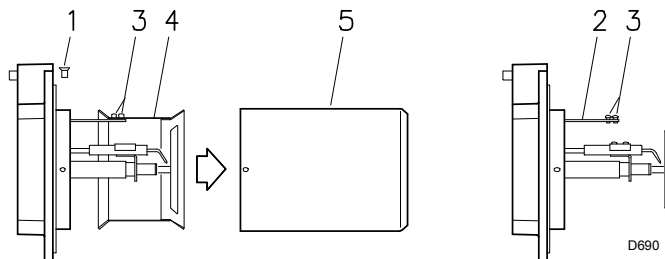

图 12
- 拧下螺钉 1)（图 12）并拆卸燃烧筒 5)；
参见第 15 页图 12。